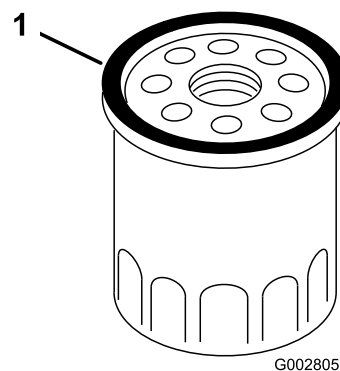

Figura 27
- Usando el dedo, unte la junta del filtro nuevo con aceite (Figura 27).